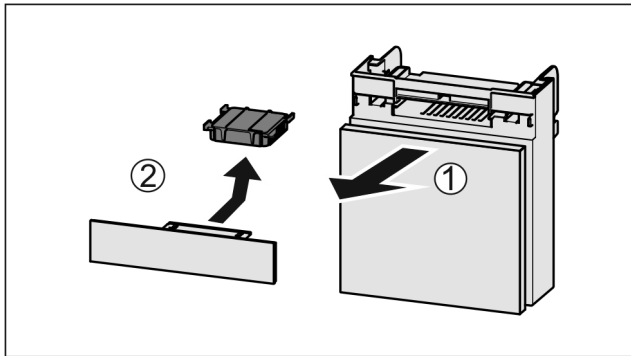

Fig. 94
- ▶ Vytiahnite zásuvku smerom dopredu Fig. 94 (1).
- ▶ Vyberte aktívny uhlíkový filter Fig. 94 (2).